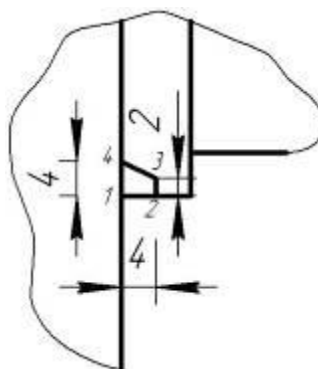

Рис. 9.3. Участок вала
7. С помощью команды «Увеличить масштаб рамкой»  увеличьте участок вала, в котором будет выполняться построение контура канавки (рис. 9.3).